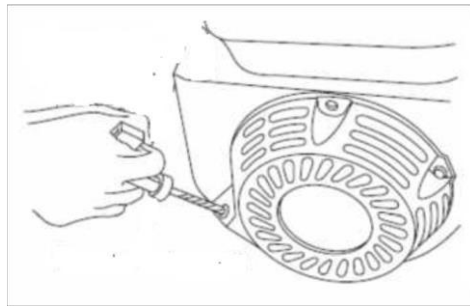

рис. 4.16
7. Возьмитесь за ручку стартера и медленно потяните её до тех пор, пока не почувствуете сопротивление (см. рис. 4.16.).